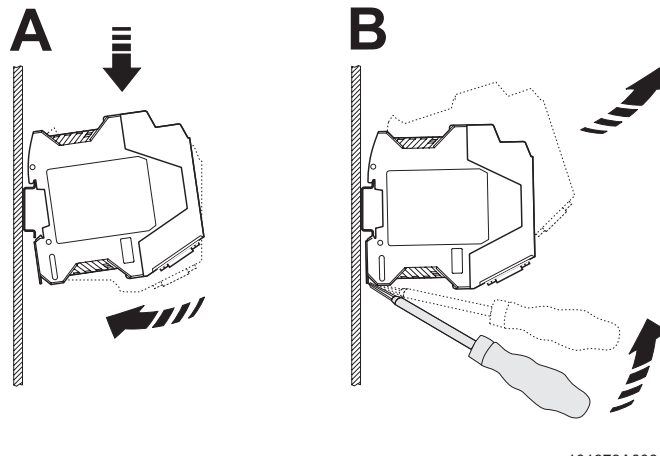

Figura 2-1 Montaggio e smontaggio di un dispositivo singolo
- Posizionare il dispositivo dall'alto su una guida di montaggio da 35 mm già messa a terra, in modo che la scanalatura superiore della custodia vada ad agganciarsi al bordo superiore della guida (vedere Figura 2-1 A).
- Con un cacciavite idoneo allentare il meccanismo di bloccaggio sul piedino di fissaggio del dispositivo (vedere Figura 2-1 B).